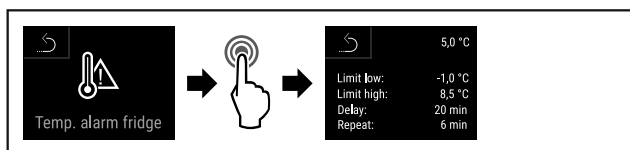

Fig. 145
- ▶ Stappen (zie Fig. 145) uitvoeren.